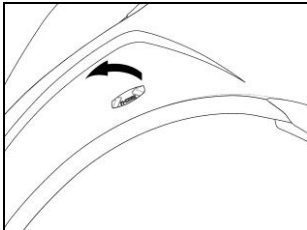

Fig. 24
- Retirer le cache N-Com situé sur le côté gauche du casque. Pour faciliter l'opération, il est recommandé de pousser le cache depuis l'intérieur du casque (Fig. 24).